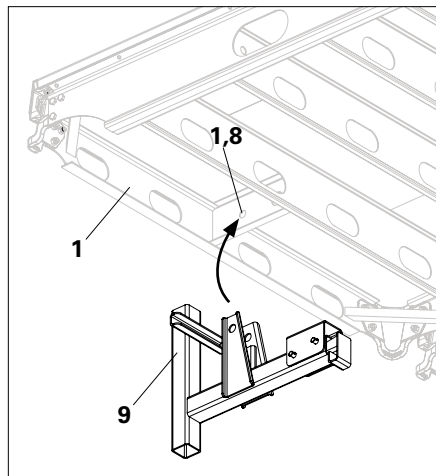

Fig. A9.01
- Coloque el soporte de la barandilla (9) en el taladro del refuerzo (1.8) del panel. (Fig. A9.01)